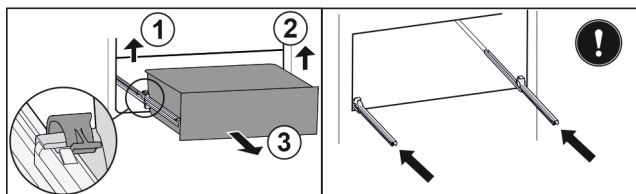

Fig. 144
- Løft venstre klemme og trekk samtidig skuffen fremover til venstre. Fig. 144 (1)
- Løft høyre klemme og trekk samtidig skuffen fremover til høyre. Fig. 144 (2)
- Ta ut skuffen framover. Fig. 144 (3)